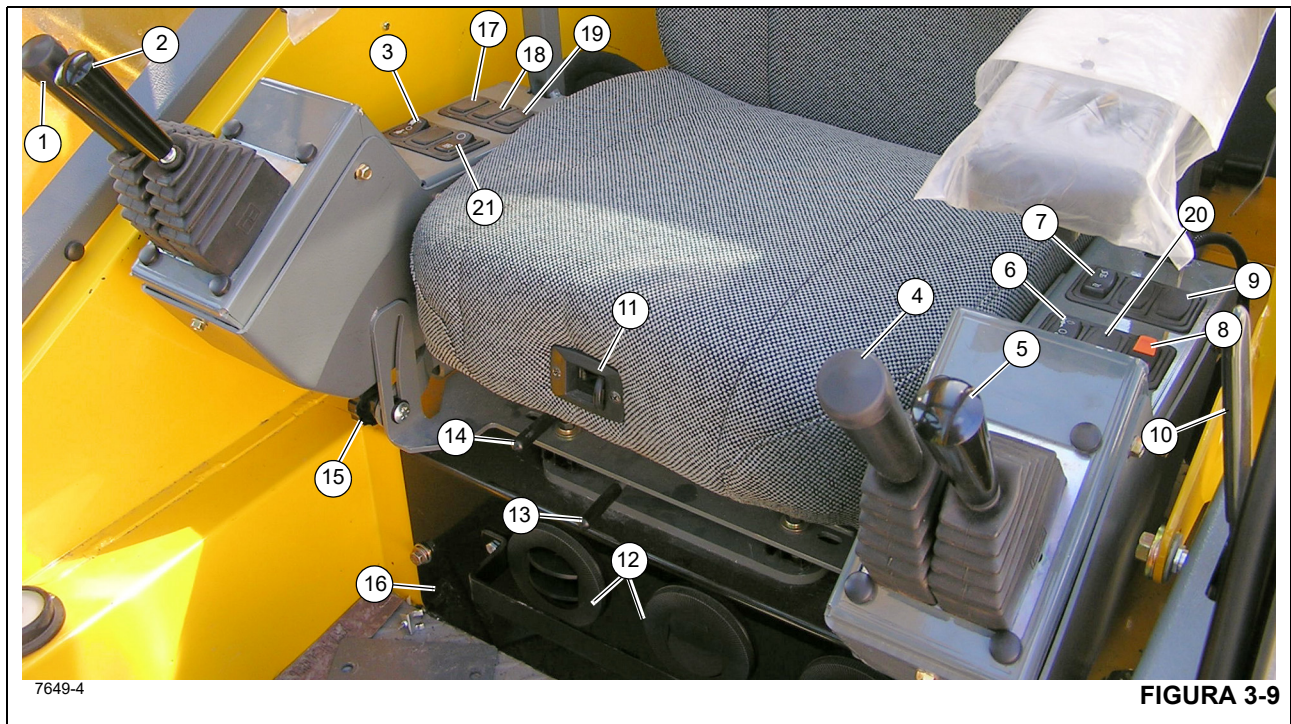

Figura 3-9 - Números de artículos
El indicador de diferencial entre ejes bloqueado (22, Figura 3-7) se encuentra en la pantalla de medidores en la columna de dirección. Este indicador se ilumina cuando el interruptor de bloqueo del diferencial (10, Figura 3-9) se presiona para colocarlo en la posición de bloqueo si no hay acción diferencial entre las ruedas en esta posición.
El control del malacate principal (1, Figura 3-9) se encuentra en el apoyabrazos derecho. Cuando la palanca de control se mueve hacia adelante, el cable desciende. Cuando se tira hacia atrás, el cable se eleva.
El control de elevación de pluma (2, Figura 3-9) se encuentra en el apoyabrazos derecho. Cuando la palanca de control se coloca hacia adelante se baja la pluma; cuando se coloca hacia atrás, se eleva la pluma.
El interruptor selector de velocidad del malacate principal (3, Figura 3-9) es un interruptor de contacto mantenido, de tres posiciones (alta/apagado/baja), que se encuentra en el apoyabrazos derecho. Si se coloca el interruptor en la posición alta, esto habilita las funciones del malacate principal y energiza el solenoide de alta velocidad del malacate principal, lo que tiene por resultado altas velocidades del cable. Si se coloca el interruptor en la posición central de apagado, esto evitará el funcionamiento del malacate. Si se coloca el interruptor en la posición baja, esto habilita las funciones del malacate principal y desenergiza el solenoide de alta velocidad del malacate principal, lo que tiene por resultado bajas velocidades del cable.
El control del malacate auxiliar (4, Figura 3-9) se encuentra en el apoyabrazos izquierdo. La palanca de control maneja las funciones del malacate auxiliar; empuje la palanca de control hacia adelante para desenrollar el cable del malacate, o tire de ella hacia atrás para enrollar el cable.
El interruptor selector de velocidad del malacate auxiliar (6, Figura 3-9) es un interruptor de contacto mantenido, de tres posiciones (alta/apagado/baja), que se encuentra en el apoyabrazos izquierdo. Si se coloca el interruptor en la posición alta, esto habilita las funciones del malacate auxiliar y energiza el solenoide de alta velocidad del malacate auxiliar, lo que tiene por resultado altas velocidades del cable. Si se coloca el interruptor en la posición central de apagado, esto evitará el funcionamiento del malacate. Si se coloca el interruptor en la posición baja, esto habilita las funciones del malacate auxiliar y desenergiza el solenoide de alta velocidad del malacate auxiliar, lo que tiene por resultado bajas velocidades del cable.
El interruptor de dirección trasera (7, Figura 3-9) es un interruptor tipo basculante de tres posiciones, con retorno por resorte a la posición de apagado, y se encuentra en el apoyabrazos izquierdo. Presione la parte inferior del interruptor para accionar una válvula de control que gira las ruedas traseras hacia la izquierda, lo cual hace que la grúa vire hacia la derecha. Presione la parte superior del interruptor para accionar una válvula de control que gira las ruedas traseras hacia la derecha, lo cual hace que la grúa vire hacia la izquierda. Cuando las ruedas no están centradas, la luz del indicador de ruedas traseras no centradas en la columna de dirección se enciende. Cuando se suelta el interruptor, éste vuelve a la posición central de apagado.
El interruptor del freno de giro (8, Figura 3-9) se encuentra en el apoyabrazos izquierdo. Este interruptor de dos posiciones (encendido/apagado) sirve para regular una válvula hidráulica que envía un flujo de presión regulada hacia el freno de giro y desde él. Al colocar el interruptor en la posición de encendido se aplica el freno de giro y al colocarlo en la posición de apagado se suelta el freno de giro. Cuando el interruptor está en la posición de encendido, la luz indicadora roja en la columna de dirección se ilumina. El interruptor tiene un bloqueo para evitar el accionamiento inesperado.
El interruptor de control de bloqueo del diferencial (9, Figura 3-9) se encuentra en el apoyabrazos izquierdo. Éste es un interruptor de dos posiciones de contacto momentáneo. Con el control en la posición de bloqueo, las estrías del collar de cambios se engranan en las estrías de la caja del eje para unir el conjunto de diferencial y los semiejes y así eliminar el efecto diferencial entre las ruedas. En la posición de desbloqueo, existe un efecto diferencial entre las ruedas en todo momento. El indicador ámbar en la columna de dirección se ilumina cuando los interruptores de proximidad en cada eje se activan.
Utilice la palanca de desbloqueo de la puerta de la cabina (10, Figura 3-9) para abrir o cerrar la puerta de la cabina desde el interior de la cabina.
Para ajustar el respaldo del asiento, presione la perilla de ajuste (11, Figura 3-9) y luego ajuste el asiento según sea necesario.
La unidad de control de climatización del acondicionador de aire/calefactor de la cabina de la grúa (16, Figura 3-9) se encuentra en la cabina, debajo del asiento del conductor. Los registros (12) forman parte de la unidad de control de climatización y se pueden ajustar para dirigir el flujo de aire.
El movimiento de la palanca de deslizamiento del asiento (13, Figura 3-9) solo deslizará el asiento, hacia adelante o hacia atrás.
El movimiento de la palanca de deslizamiento del bastidor del asiento (14, Figura 3-9) deslizará el asiento y el bastidor del asiento, con los apoyabrazos, hacia adelante o hacia atrás.
El apoyabrazos y los controles del apoyabrazos se pueden ajustar por medio de las perillas de ajuste (15, Figura 3-9). Afloje la perilla y gire todo el apoyabrazos a la posición deseada, vuelva a apretar la perilla una vez que se haya terminado de realizar el ajuste.
Los indicadores de rotación de malacate (HRI) para el malacate principal y el malacate auxiliar se encuentran en la parte superior de cada palanca de control de malacate (1.4, Figura 3-9). Cada indicador se controla electrónicamente por medio de una señal de entrada recibida de un sensor instalado en el malacate correspondiente y una señal de salida de un módulo de control. Cada palanca de control de malacate (1, 4) vibra cuando su malacate está funcionando de manera que el pulgar del operador pueda sentirlo.
El interruptor de inclinación de la cabina (17, Figura 3-9) se encuentra en el apoyabrazos derecho. Este interruptor es de tipo basculante de tres posiciones con retorno por resorte a la posición de apagado. Tiene dos posiciones, arriba y abajo, para inclinar la cabina hacia arriba o abajo.